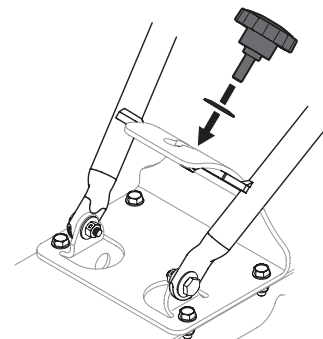

Figure 4
6. Insérez le bouton de réglage de la hauteur du guidon dans la rondelle (0,760 x 1,250 x 0,041), puis dans le trou du support transversal. Voir Figure 4.